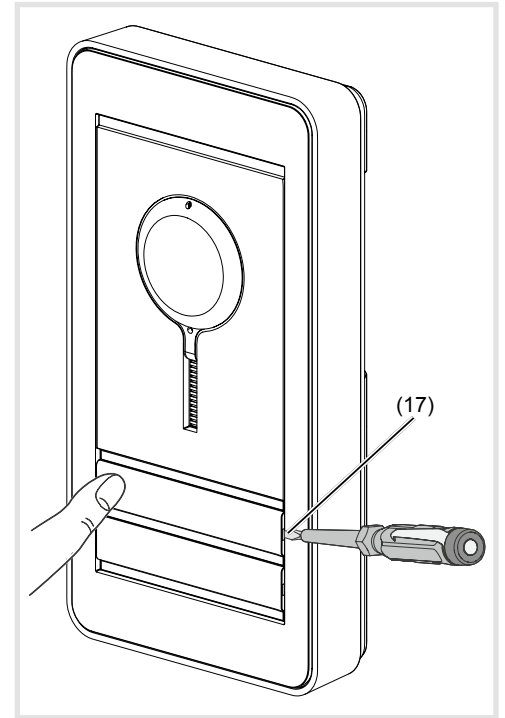

Bild 17: Namensschild Abdeckung lösen (17) Hebelöffnung
- Ruftaster einseitig gedrückt halten. Auf der gegenüberliegenden Seite wird die Hebelöffnung (17) für einen Schraubendreher zugänglich.
- Schraubendreher in der Hebelöffnung (17) ansetzen und Arretierung lösen (Bild 17).